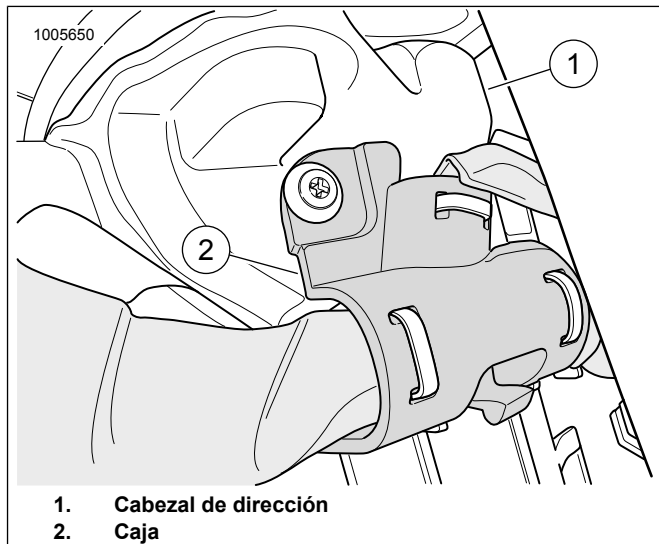

Figura 8. Cabezal de dirección
9. Consulte la Figura 8. Pase el extremo del arnés de 48 pulg. al cabezal de dirección (1). Use una caja (2) para asegurar el arnés.